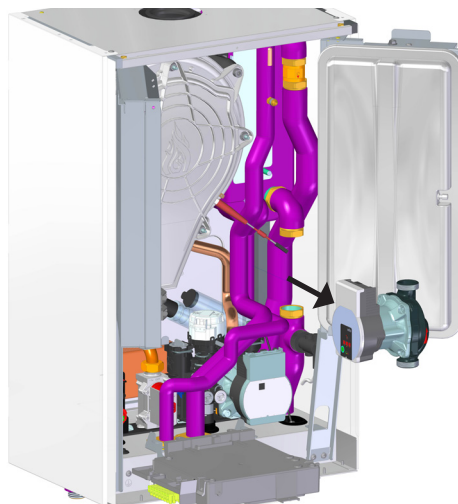

fig. 50 - Sustitución/mantenimiento del circulador de la bomba de calor
- Desenrosque las boquillas y retire el circulador (fig. 50.)